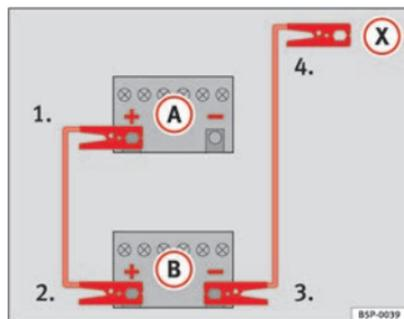

Fig. 182 Schema per il collegamento dei cavi per l'avviamento di emergenza
Nella ⇒ fig. 182 **(A)** indica la batteria scarica, e **(B)** la batteria carica.
1. Collegare un'estremità del cavo rosso al polo positivo ⇒ fig. 182 del veicolo con la batteria scarica ⇒ .